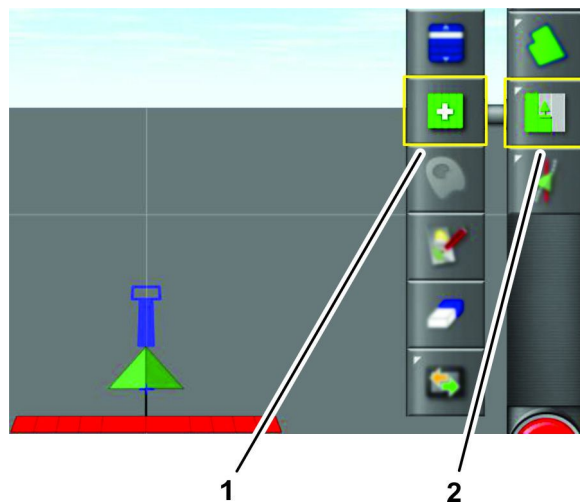

Рисунок 93
- Нажмите на значок меню рабочего задания (Рисунок 93).